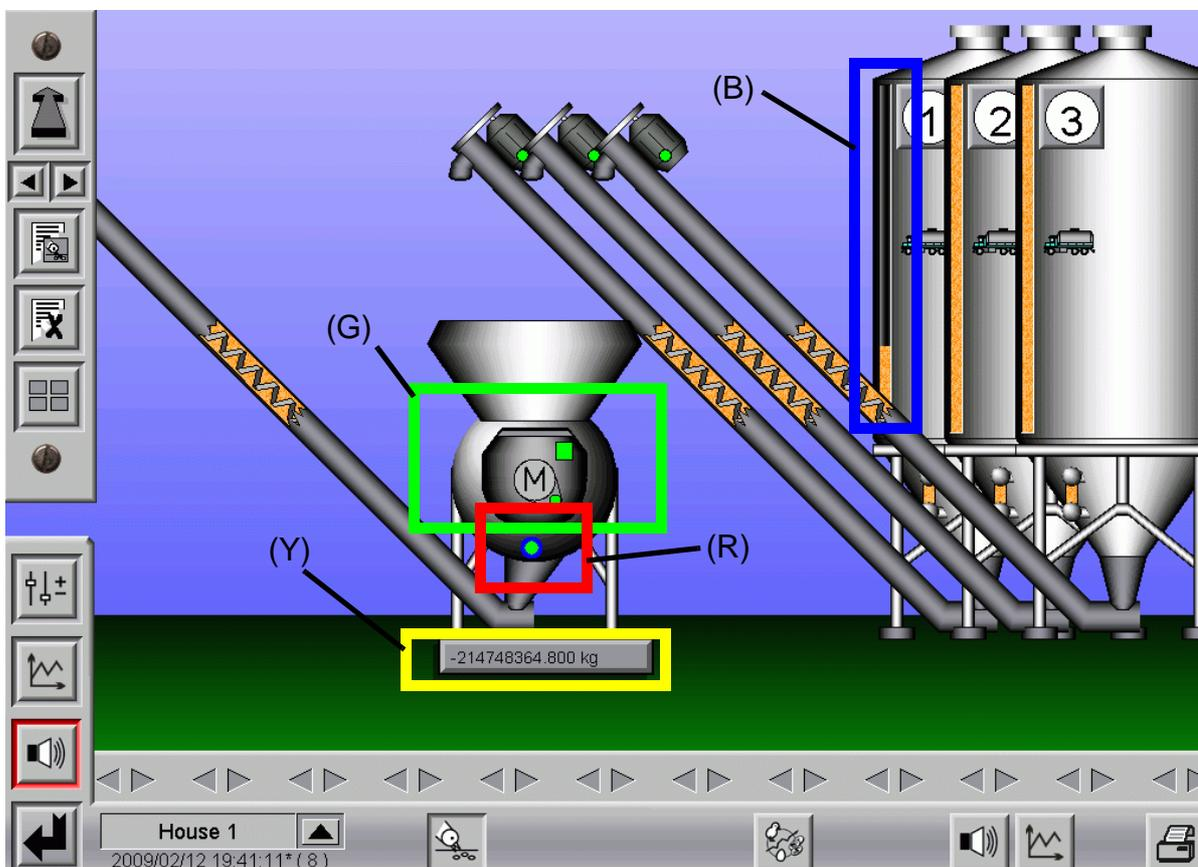

Ilustración 10-1: Báscula de silo electrónica
Para comprobar la báscula, el tambor también se puede accionar manualmente desde el cuadro sinóptico. Para ello, se hace clic en el campo del tambor que en la ilustración 10-1 aparece marcado en verde (G). Se abre el siguiente menú.